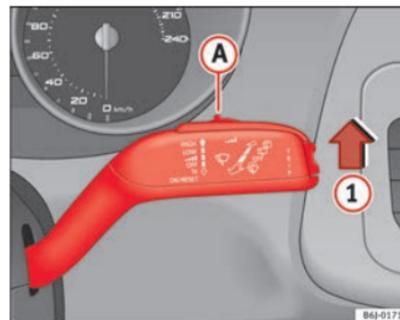

Fig. 67 Palanca del limpiaparabrisas
- Mueva la palanca del limpiaparabrisas hasta la posición ① ⇒ fig. 67.